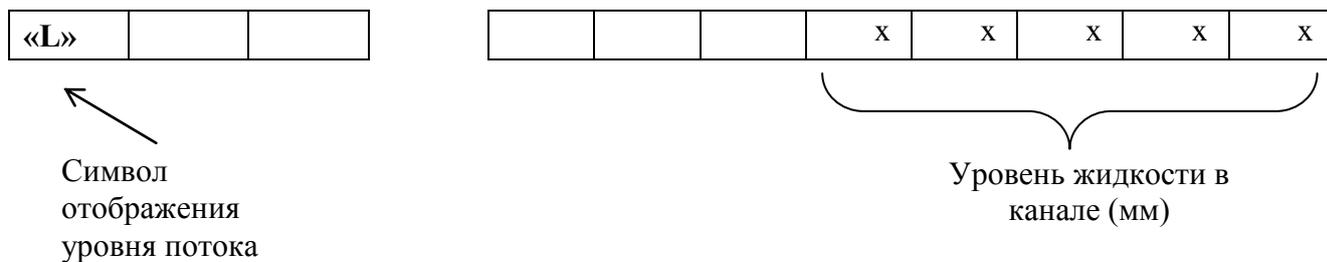

Рис. 15. Отображение уровня потока (мм).
1.5.1.10. Получить данные об уровне потока жидкости (в миллиметрах) в канале можно с помощью пункта «Уровень» диагностического меню. Значение уровня отображается на индикаторе, как показано на рис. 15 и обновляется каждые 20 сек.